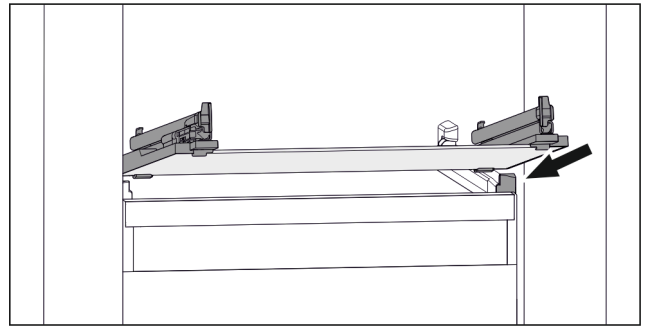

Fig. 168 Beispielhafte Darstellung der Glasplatte
- ▶ Glasplatte schräg hinter den Stopperrn aufsetzen. (siehe Fig. 168)